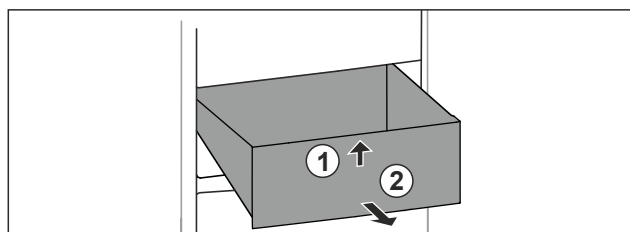

Fig. 97
- ▶ Nadzvedněte zásuvku vpředu. *Fig. 97 (1)*
- ▶ Vyjměte zásuvku dopředu. Fig. 97 (2)